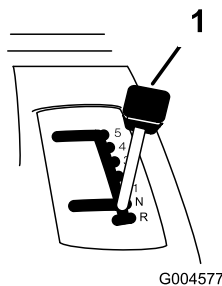

Bild 10
3. Stellen Sie den Fahrgeschwindigkeitshebel auf Neutral (Bild 10).